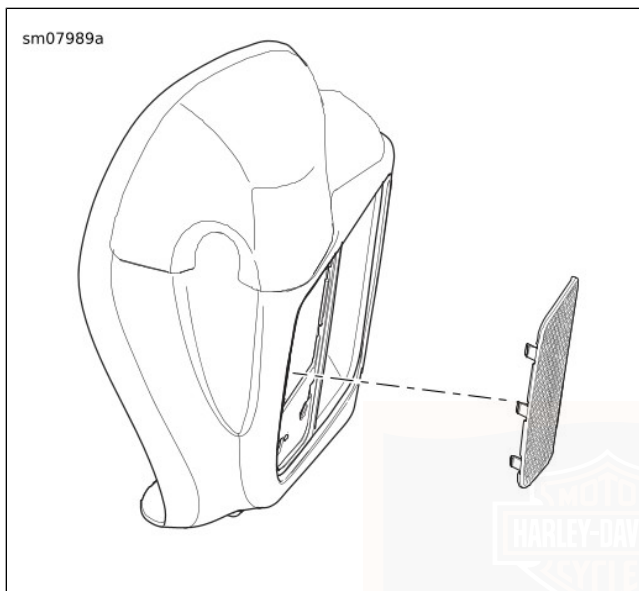

Abbildung 81. Kühlergrillabdeckung der unteren Verkleidung
1. Siehe Abbildung 81. Den äußeren Kühlergrill an der unteren Verkleidung ausbauen.